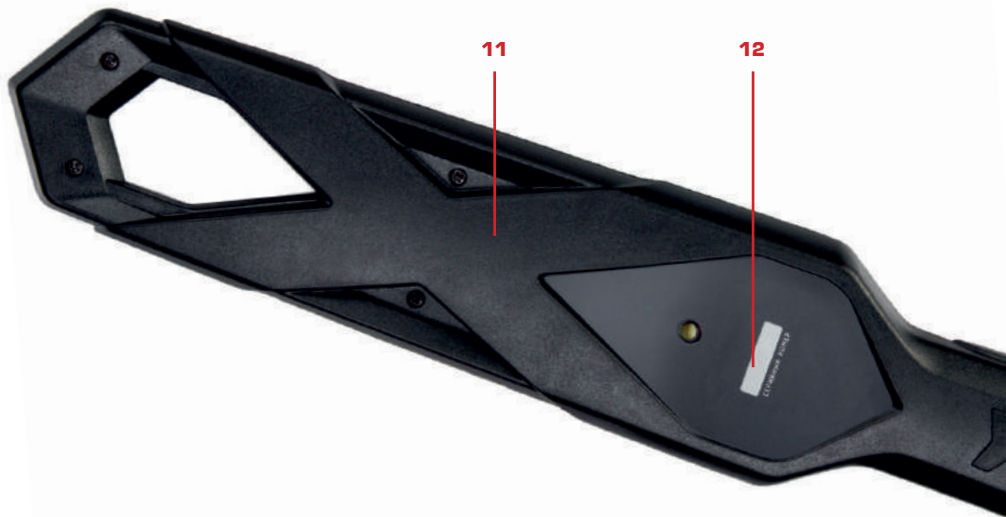

Рисунок 4 – Элементы, размещенные на левой боковой поверхности корпуса:
1.3.4 На левой боковой поверхности корпуса размещены элементы, показанные на рис. 4.